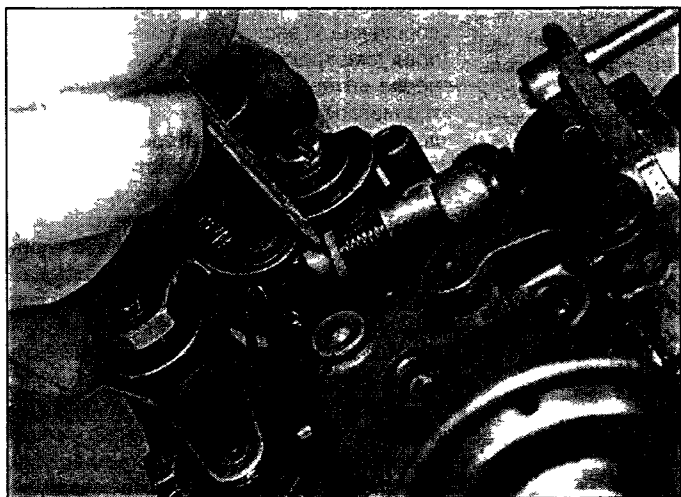

Рис. 3.4 Часовой отверткой снимите подпружиненный конец тяги с рычага привода
- 4 Часовой отверткой отсоедините подпружиненный конец тяги привода пускового устройства от рычага управления (рис. 3.4).